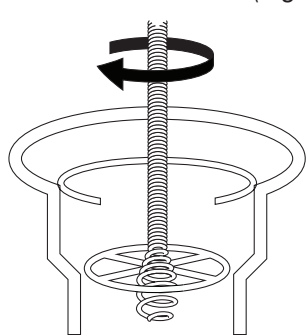

Figura 2
- Introduzca el extremo del cable a través de la cruceta (Figura 2).